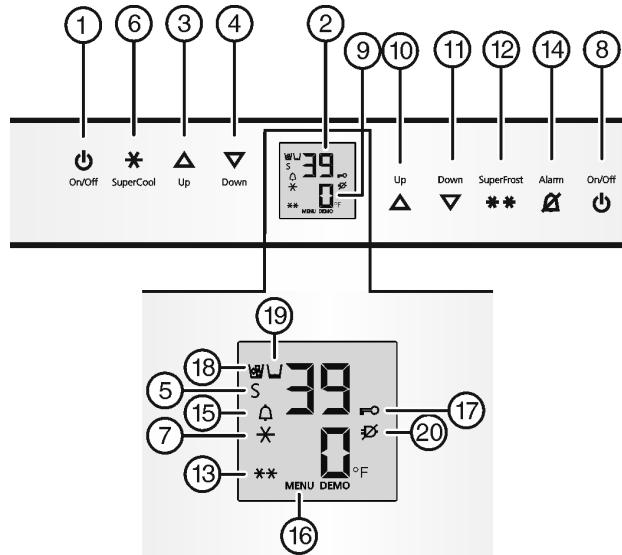

Fig. 3
- Appuyer sur la touche On/Off du congélateur Fig. 3 (8).
- ▶ Appuyer sur la touche On/Off du réfrigérateur Fig. 3 (1).
- ▶ Activer le mode de réglage : appuyer sur la touche SuperFrost Fig. 3 (12) pendant env. 5 s.
- ▷ Le symbole Menu Fig. 3 (16) luit.
- ▶ Régler le nombre de° avec la touche de réglage Up Fig. 3 (10)/Down du congélateur Fig. 3 (11).
- ▶ Confirmer : enfoncez brièvement la touche SuperFrost Fig. 3 (12).
- ▶ Sélectionner l'affichage en °F ou °C avec la touche de réglage Up Fig. 3 (10)/ Down du congélateur Fig. 3 (11).
- ▶ Quitter le mode de réglage :Appuyer sur la touche On/Off du congélateur Fig. 3 (8).
- ▶ Activer le mode de réglage : appuyer env. 5 sec. sur la touche SuperFrost Fig. 3 (12).
- ▷ Le symbole Menu Fig. 3 (16) est allumé.
- ▶ A l'aide de la touche de réglage Up du compartiment congélateur Fig. 3 (10) ou de la touche de réglage Down du compartiment congélateur Fig. 3 (11), sélectionner **c**.
- ▶ Confirmer : appuyer brièvement sur la touche SuperFrost Fig. 3 (12).
- ▶ Appuyer brièvement sur la touche SuperFrost Fig. 3 (12) pour activer la sécurité enfants.
- ▷ Le symbole Sécurité enfants Fig. 3 (17) est allumé. L'affichage **c** clignote.
- ▶ appuyer brièvement sur la touche SuperFrost Fig. 3 (12) pour désactiver la sécurité enfants.
- ▷ Le symbole Sécurité enfants Fig. 3 (17) s'éteint. L'affichage **c** clignote.
- ▶ Désactiver le mode de réglage : appuyer sur la touche On/Off du congélateur Fig. 3 (8).
- ▶ Appuyer sur la touche Alarme Fig. 3 (14).
L'affichage de la température clignote en même temps que le symbole Alarme Fig. 3 (15).
L'avertisseur sonore s'éteint automatiquement et le symbole Alarme Fig. 3 (15) et l'affichage de température arrêtent de clignoter lorsque la température est de nouveau suffisamment froide.
- Appuyer sur la touche Alarme Fig. 3 (14).